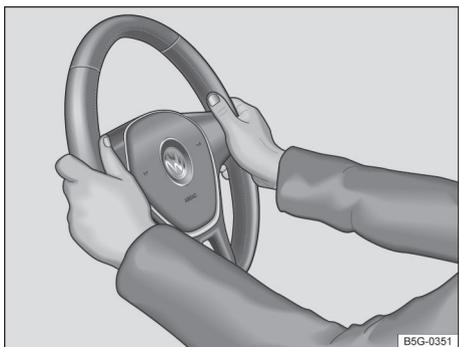

Fig. 54 No volante: posição 9 e 3 horas.
- Ajustar a posição do volante de forma que possa segurá-lo lateralmente pela borda externa na posição de 9h e 3h → Fig. 54 com ambas as mãos e os braços ligeiramente dobrados.
- Pressionar a alavanca ① sempre com firmeza para cima após o ajuste, para que o volante não mude sua posição durante a condução.
- Durante a condução, sempre segurar o volante com ambas as mãos lateralmente na borda externa na posição de 9h e 3h → Fig. 54, para reduzir ferimentos causados por um acionamento do airbag frontal do condutor.